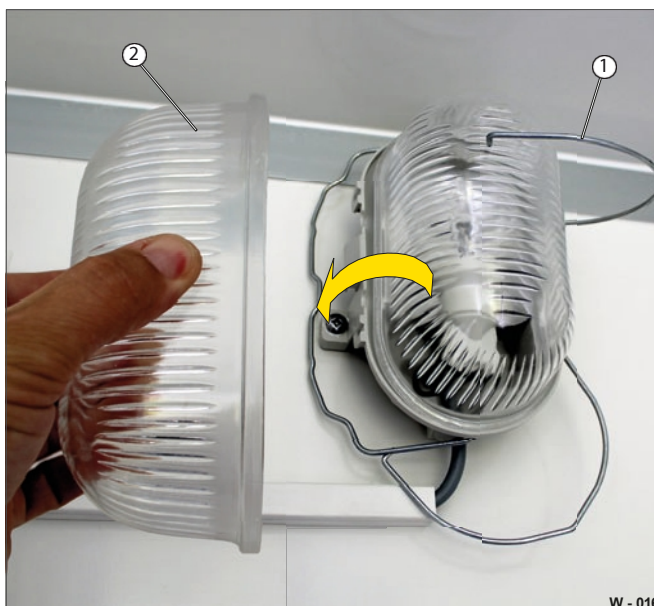

Fig. 16 Åbning/lukning af det indvendige lys
- Sving klipsens fastgørelseselementer op (fig. 16/1).
- Hold godt fast i dækslet (Fig. 16/2).